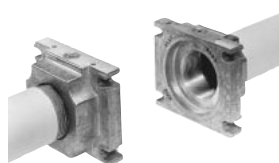

Рис. 31
3. Установить Мультиблок между резьбовыми фланцами (Рис. 31)